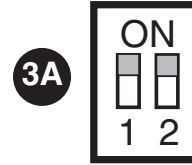

Figura 7
- ENCIENDA el interruptor 1 del botón pulsador (vea la Figura 7).